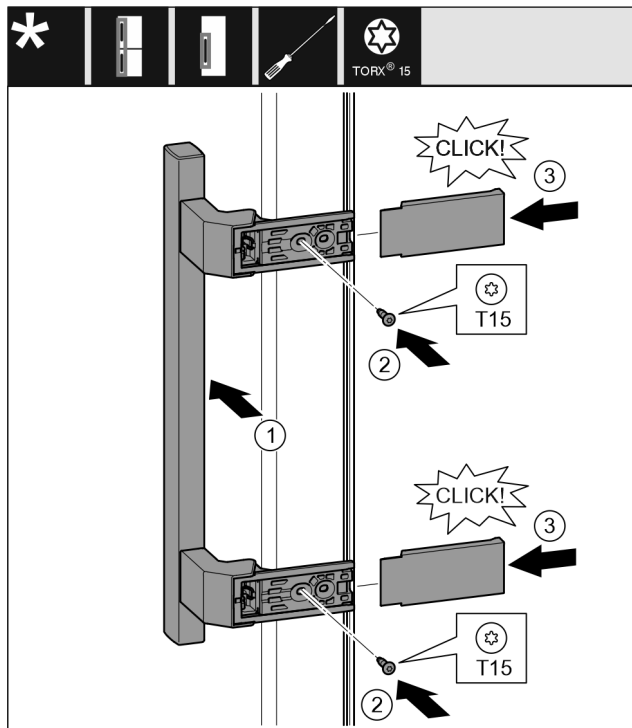

Fig. 21
- ▶ Sæt grebet i på den modsatte side. Fig. 21 (1)
- ▶ Stram skruerne med skruetrækker T15. Fig. 21 (2)
- ▶ Sæt afdækningerne i på siden, og skub dem på plads. Fig. 21 (3)